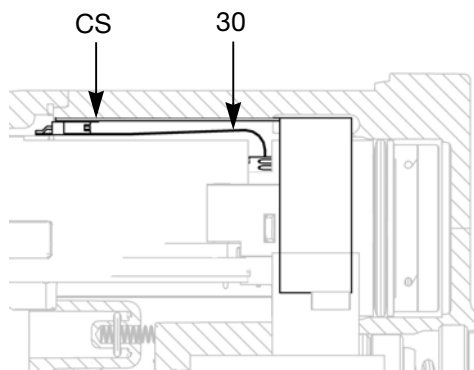

BILD 28. Koppla in den flexibla kretsen
8. Sätt i kraftaggregatet/turbinen i pistolhuset (10). Se till att jordremssorna (EE) har kontakt med handtaget.
Endast Smart-modeller: Passa in den böjliga sexledarkretsens (30) kontakt mot uttaget (CS) längst upp på handtaget. Se BILD 28.